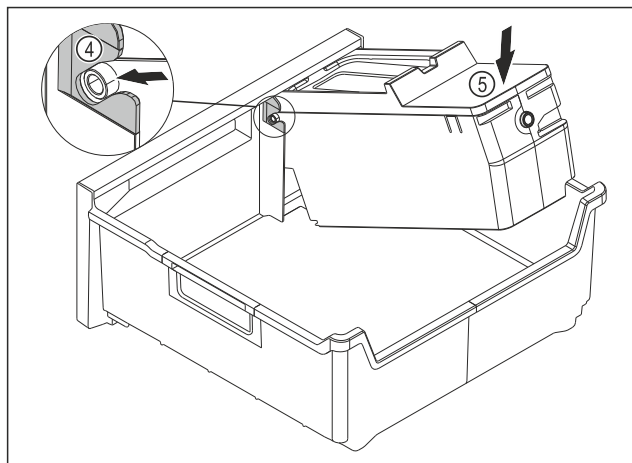

Fig. 175
- Встановіть корпус EasyTwist-Ice: Вставте осі корпусу EasyTwist-Ice в напрямні Fig. 175 (4).
- Натисніть на корпус EasyTwist-Ice Fig. 175 (5) ззаду вниз.